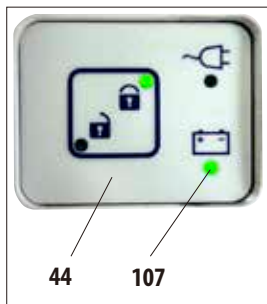

Fig. 244
Isso é indicado pelo LED verde (107) que se acende no botão de destravamento (44) sob a iluminação da retorta (Fig. 244)